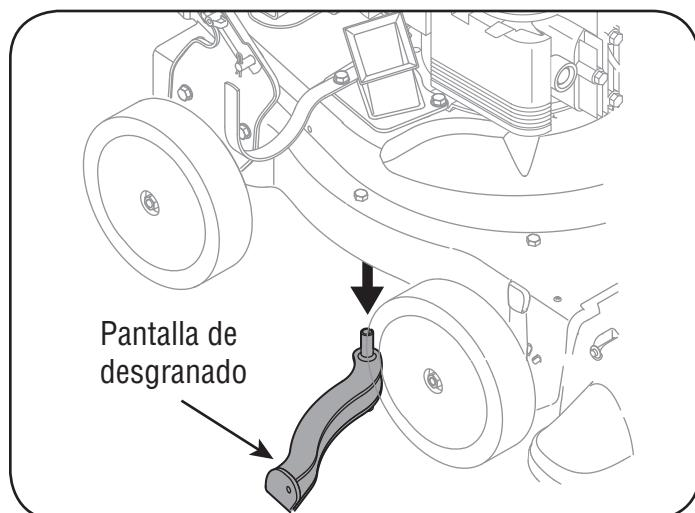

Figura 21
7. Saque la pantalla y límpielo con un cepillo o lávela con agua. Vea la figura 21.